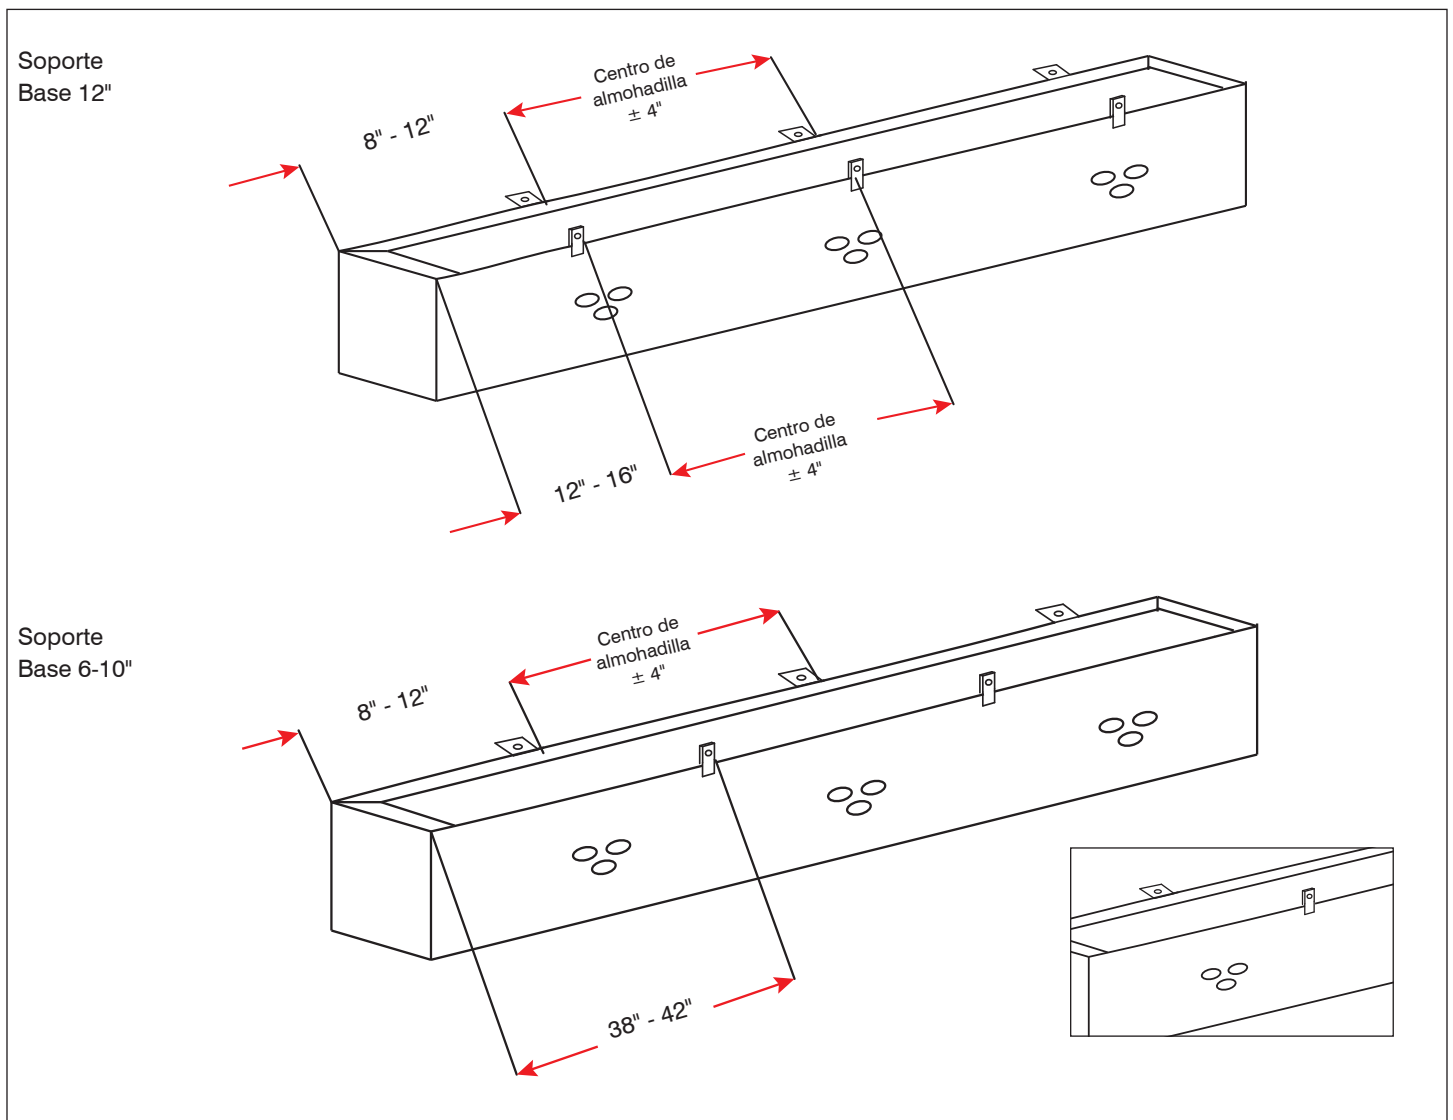

Figura 4
Fije los soportes planos al borde interior de la almohadilla del cabezal como se muestra en la figura 4 usando dos (2) tornillos para madera #14 x 1.5 " (22 mm) para cada soporte. Repita el procedimiento en el borde exterior de la almohadilla del cabezal con los soportes planos. Coloque los soportes para que se alineen con las juntas de mortero en muros de bloques.